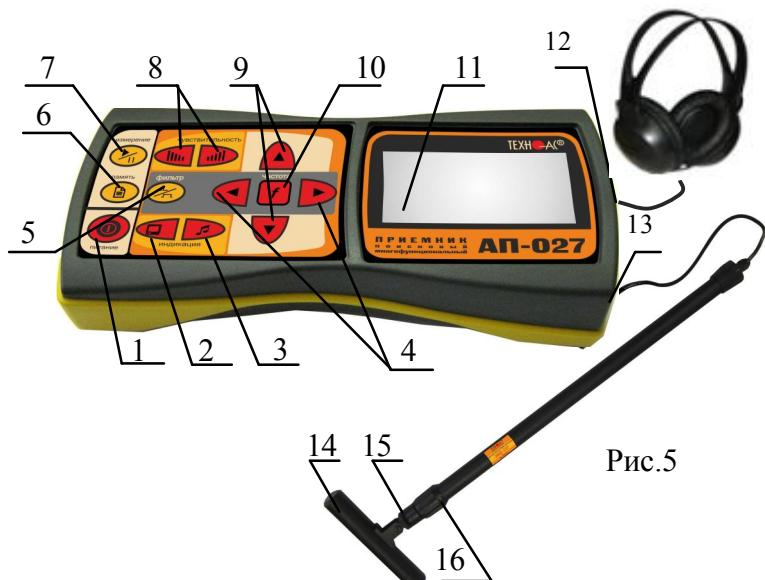
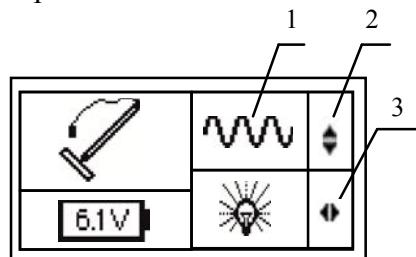

Рис.5
Рис.6
Используемое оборудование (рис.5): приемник АП-027, электромагнитный датчик ЭМД-237, головные телефоны.
Подключить к соответствующим разъемам приемника электромагнитный датчик поз.13 рис.5 и головные телефоны поз.12 рис.5 (при необходимости).
Привести электромагнитный датчик из транспортного в рабочее положение для этого: ослабить стопорную гайку поз.16, раздвинуть штангу до требуемого размера и зафиксировать стопорной гайкой. Ослабить фиксирующую гайку поз.15 и установить электромагнитную antennу поз.14 датчика в положение, используемое в трассопоиске. Горизонтальное положение (рис.5) – трассопоиск по методу максимума, транспортное положение – трассопоиск по методу минимума.
4.2.1 Включить питание приемника АП-027 кнопкой ① поз.1 рис. 5.
4.2.2 В «стартовом» окне рис.6 на индикаторе приемника проверить:
4.2.3 Проверить вид принимаемого сигнала поз.1 рис.6. Принимаемый сигнал «непрерывный » выбирается автоматически. При появлении на индикаторе значка «импульсный », что могло произойти в результате случайного нажатия на кнопки, следует выбрать в стартовом окне символ «непрерывный » любой из кнопок Δ/∇ поз.9 рис.5. (см. подсказку поз.2 рис.6)
4.2.4 Установить необходимый уровень подсветки индикатора приемника, используя для этого кнопки $\blacktriangle/\blacktriangleright$ поз.4 рис.5 (см. подсказку поз.3 рис.6).
4.3.1 Запустить режим «измерение» кнопкой  поз.7 рис.5.
4.3.2 Выбрать режим «широкая полоса» нажатием на кнопку фильтр  поз.5 рис.5. На индикаторе появится символ широкой полосы  поз.1 рис.7.
В случае трассировки кабеля под напряжением или трубопровода с катодной защитой выбрать частоту 100 / 120 Гц, нажав кнопку «частота» **f** поз.10 рис.5, используя для этого кнопки $\blacktriangle/\blacktriangleright$ поз.4 рис.5. Наблюдать за величиной выбранной частоты на индикаторе поз.1
4.3.3 Выйти из режима регулировки фильтра, нажатием кнопки «частота» **f** поз.10 рис.5. На индикаторе в зоне окна поз.1 рис.7 исчезнет указатель подсказки  и появится в зоне поз.2 рис.7 (возможность регулировки звука).
4.3.4 Установить комфортную громкость звука в телефонах поз.2 рис.7 кнопками $\blacktriangle/\blacktriangleright$ поз.4 рис.5 (если кнопки не используются для регулировки фильтра).
4.3.5 Установить уровень входного сигнала кнопками «чувствительность»  и  поз.8 рис.5 по индикатору «узкая шкала» (предпочтительно на 50...70% от максимума) поз.3 рис.7.
4.3.6 Установить необходимый коэффициент усиления фильтрованного сигнала множителем « $\times 1/2/4/8$ » нажимая на кнопки Δ/∇ поз.10 рис.5, не допуская при этом перегрузки.
4.5.1 Начинать работу по трассопоиску следует в режиме «Широкая полоса», в котором приемник воспринимает сигналы от любых коммуникаций в диапазоне частот от 0,05 до 2,0 кГц: кабели под напряжением, трубопроводы с катодной защитой, протяженные трубопроводы с наведенным излучением. Для этого включить режим «измерение» кнопкой поз.7 рис.5., выбрать режим «широкой полосы», то есть выключить фильтр кнопкой поз.5 рис.5.
4.5.3 Для определения кабелей (из числа найденных коммуникаций), находящихся под напряжением промышленной частоты 50...60 Гц, используется режим 50...60 Гц. В этом режиме из широкого спектра сигнала выделяется лишь небольшая полоса частот с центральной частотой 50...60 Гц. Для входа в режим 50...60 Гц включить фильтр кнопкой поз.5 рис.5, нажать на кнопку частота **f** поз.10 рис.5 и выбрать центральную частоту фильтра 50...60 Гц кнопками поз.4 рис.5.
Выйти из режима регулировки фильтра, нажатием кнопки «частота» **f** поз.10 рис.5. На индикаторе в зоне окна поз.1 рис.11 исчезнет указатель подсказки и появится в зоне поз.2 рис.11 (возможность регулировки звука).
4.5.5 Установить комфортную громкость звука в телефонах поз.2 рис.11, для этого нажать на кнопку режима звуковой индикации поз.3 рис.5 и отрегулировать громкость кнопками поз.4 рис.5 (если кнопки не используются для регулировки фильтра).
4.5.6 Установить уровень входного сигнала кнопками «чувствительность» и поз.8 рис. 5 по индикатору «узкая шкала» (предпочтительно на 50...70% от максимума) поз.3 рис. 11.